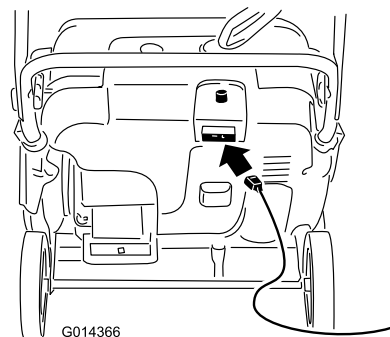
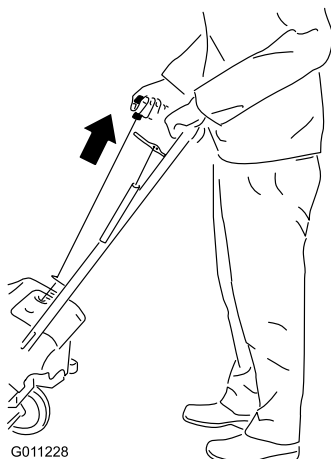

Figure 17
Figure 18
4. Raccordez la rallonge au secteur et à la machine, puis appuyez sur le bouton du démarreur électrique (modèle 38452 uniquement) (Figure 17), ou tirez la poignée du lanceur (Figure 18).